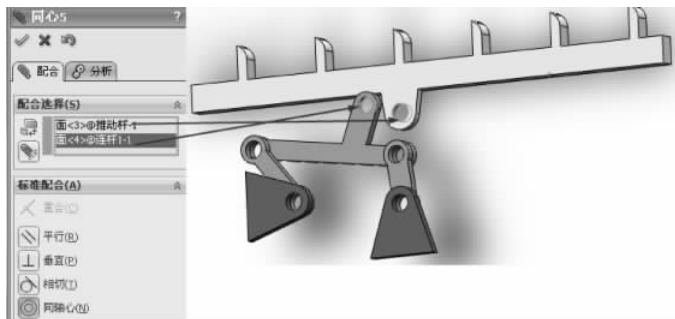

图 3-222 同轴心配合
(11) 选择【标准配合】选项组下的【同轴心】配合类型 , 在【要配合的实体】选择框  中选择如图 3-222 所示的面, 其他保持默认, 单击【确定】按钮 , 完成同轴心配合。